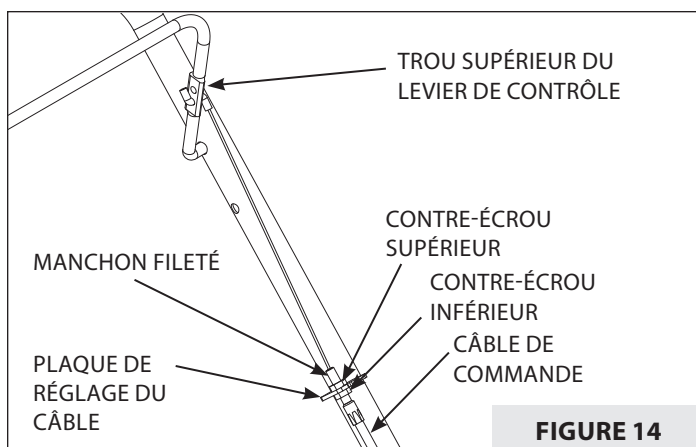

FIGURE 14
2. Tourner l'écrou inférieur du câble de commande dans le sens des aiguilles d'une montre pour le desserrer. **VOIR FIGURE 14.**